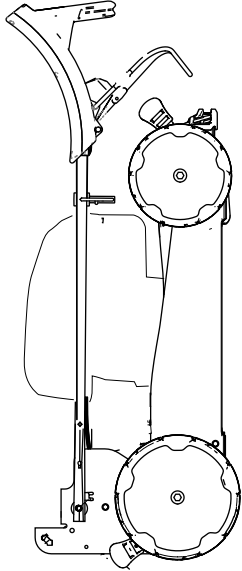

Figura 20
- 6. Levante la parte delantera de la máquina con el manillar y llévela al lugar de almacenamiento (Figura 20).